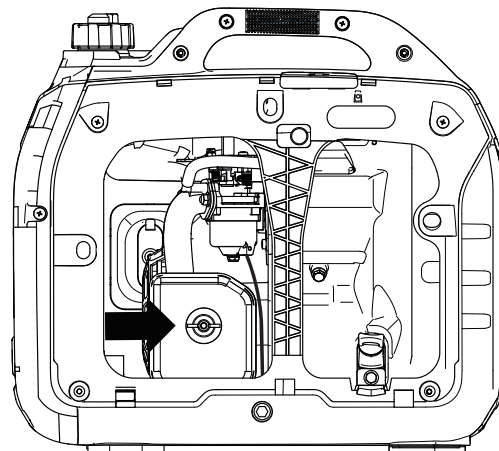

Figure 14: Dévissez le couvercle du filtre à air
3. Dévissez le couvercle du filtre à air et basculez le couvercle vers le bas (voir Figure 14).